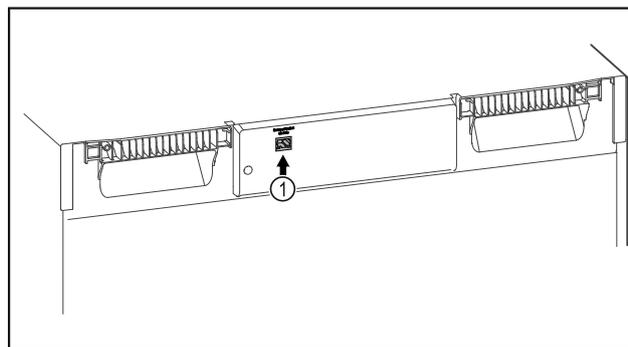

Fig. 108
- Le SmartModule Fig. 108 (1) est en place.